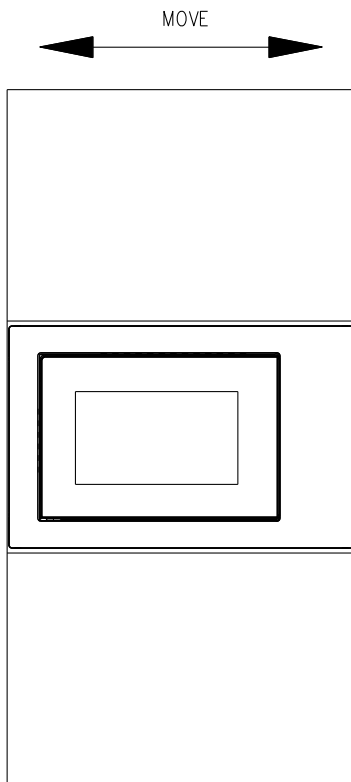

Fig.3
c) Lëvizni produktin paralelisht në dollapin e kuzhinës sipas drejtimit të shigjetës në figurë dhe mbajeni në qendër. (Fig. 3)